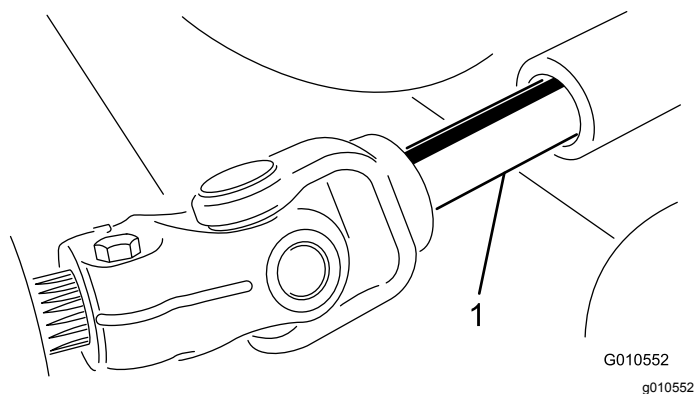

Figure 22
5. Éloignez l'unité de coupe de la machine, en séparant les parties mâle et femelle de l'arbre de PDF (Figure 22).
3. Insérez l'arbre de PDF mâle dans l'arbre de PDF femelle (Figure 22).